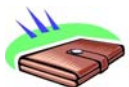

图 12-44 向导中要设置的选项
STEP 2 单击“流动模拟主屏幕”工具栏中的“向导”按钮，启动向导，设置分析类型为“外流分析”，设置默认流体为“空气”，设置壁面条件的粗糙度为 500 μm ，如图 12-44 所示（其他选项使用系统默认设置）。